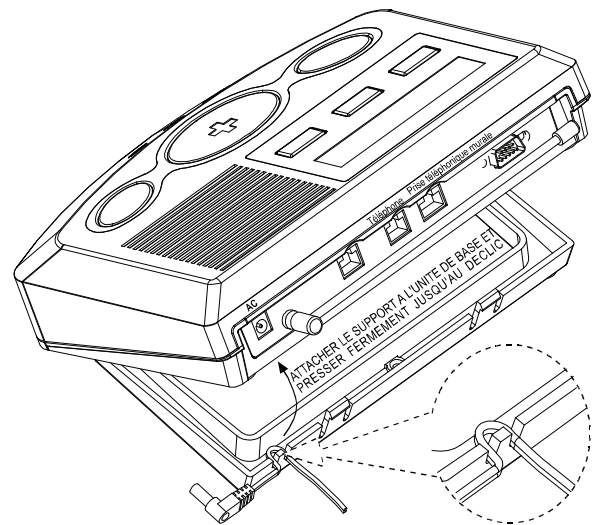

Figure 5a – Fil Electrique noué en boucle
Brancher l'unité de base (Figures 5a/b)
1. Nouer le fil électrique en boucle autour du segment de support comme indiqué en figure 5a.